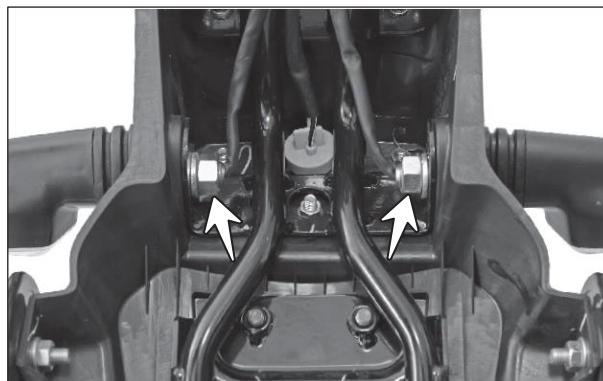

Fig. 5.61
- Retire la tuerca hexagonal (M10) junto con la arandela plástica ondulada y la arandela perforada (10,5x18x1,6) de las direccionales. (Fig. 5.61)